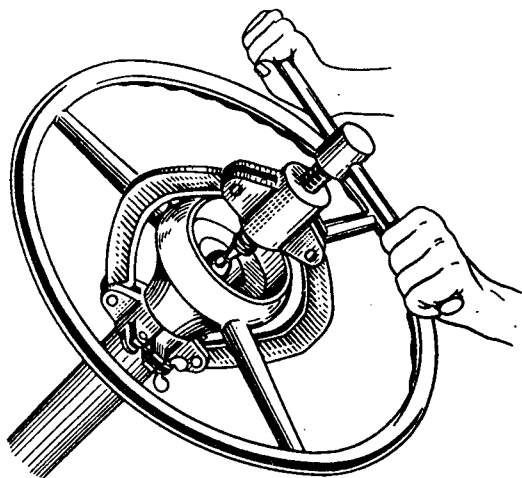

Bild 188. Ausbau des Lenkrades
5. Befestigungsmutter für Lenkrad um 2...3 Umdrehungen lösen und unter Benutzung des Abziehers (Bild 188) die Befestigung des Lenkrades am Kegel der Lenkspindel lockern.